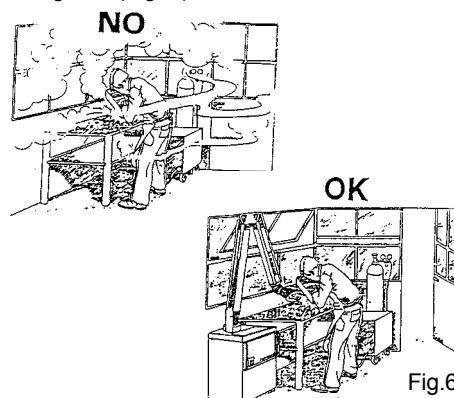

Fig.6
- Les émanations de gaz insalubres ou dangereux pour la santé des travailleurs doivent être captées (au fur et à mesure qu'ils sont produits) le plus près et efficacement possible de la source d'émission, de sorte que les concentrations de polluants ne dépassent pas les limites autorisées par la réglementation locale en vigueur (Fig. 6).